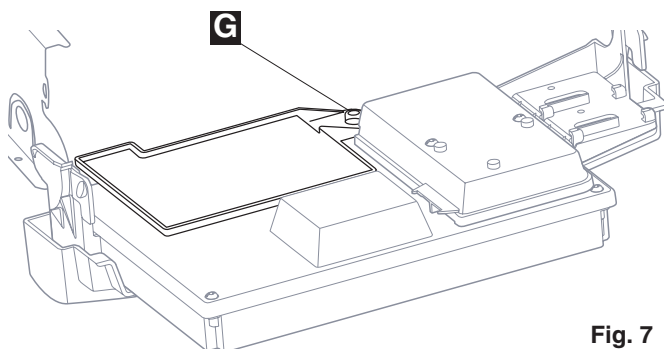

Fig. 7
- retirer la vis **G** de fixation du porte notice (fig. 7)
- retirer le porte notice et placer le nouveau, revisser la vis **G** (fig. 7)